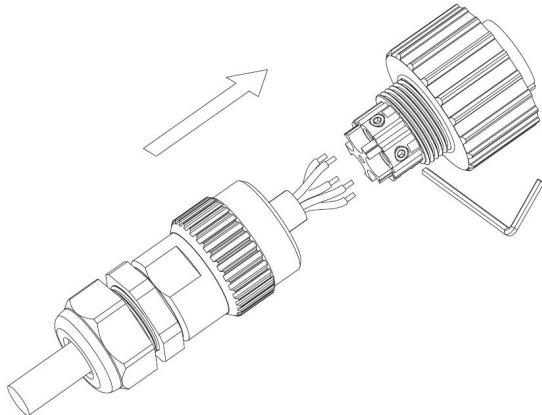

图. 8-1 连接器螺钉（电网接线端子为黑色）
**第 2 步：**将电缆按顺序通过螺母、密封环和螺纹套管，根据上面显示的极性将电缆插入端子，并拧紧螺丝。如图 8-1 所示：